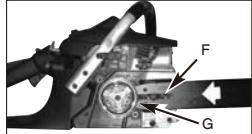

Fig. 3E
4. Pladsen den slidsede ende af sværdet over sværdbolten (F). Skub sværdet bag koblingstromlen (G), indtil det stopper (Fig. 3E).